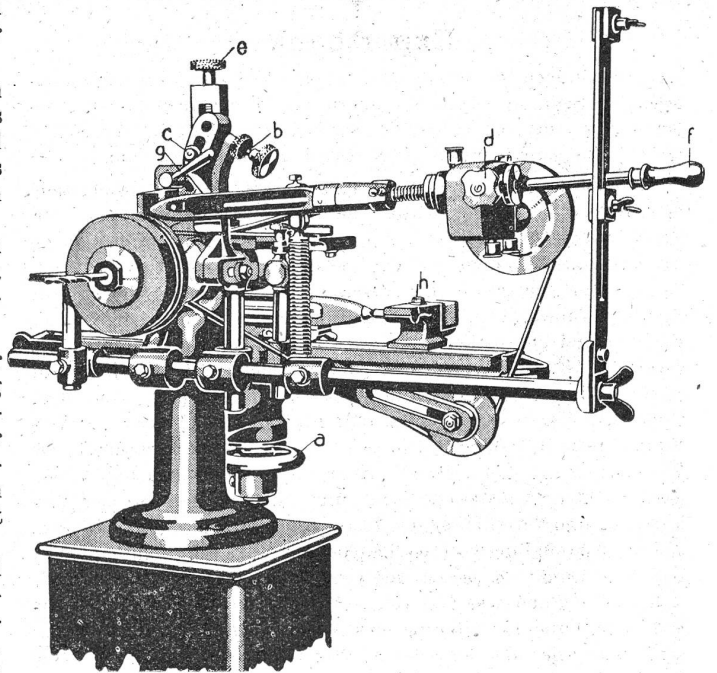

Fig. 3. Schützen-Spitzen-Schleifvorrichtung.
2. Für die Vorrichtung zum Schleifen beschädigter Schützen-Spitzen (siehe Fig. 3): Nachdem die Klauenkupplung *d* am Schützenantrieb ausgelöst worden ist, steht die Mitnehmerwelle still, worauf der zu schleifende Schützen unter Druck gegen die Sperrfeder in die ihn festklammernde Spitzenlagerung und darauf in das Schleiflager gesteckt und durch Wiedereinkupplung des Schraubenrades in Drehung versetzt wird.